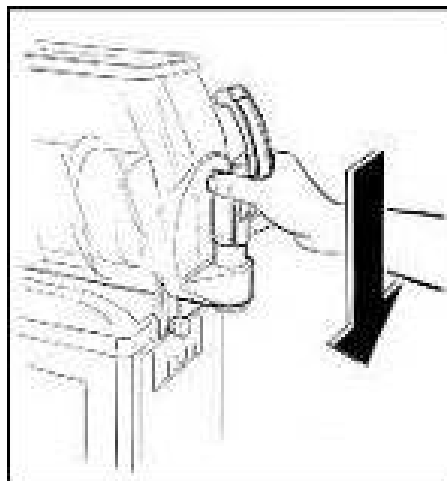

Fig. 17
- Rimontare il rubinetto (Fig. 17) avendo cura di cospargere le guarnizioni di vaselina per agevolare lo scorrimento dello stesso nella propria sede fino al completo inserimento.